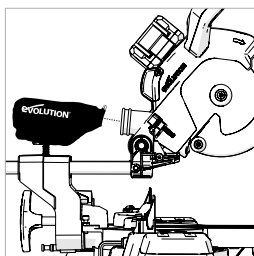

Fig. 50
- Far scorrere il sacchetto per la polvere sopra l'attacco per l'aspirazione della stessa, accertandosi che il fermo a molla si stringa in modo saldo all'attacco che mantiene il sacchetto nella sua posizione. (Fig. 50)